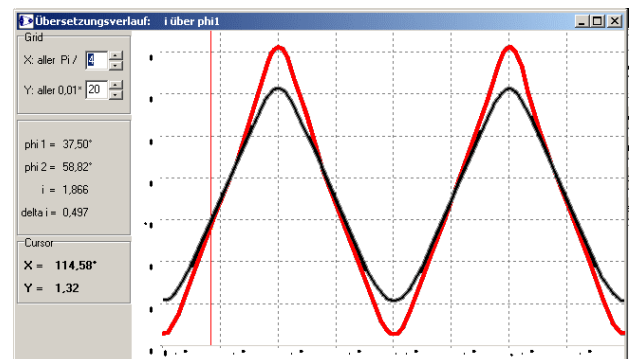

Bild 3: Übertragungsverlauf der zwei Beispielgetriebe
- grafische Darstellung der Übertragungskennlinie des Getriebes mit Angabe wichtiger Parameter (gekoppelt an die Bewegungssimulation) (Bild 3),